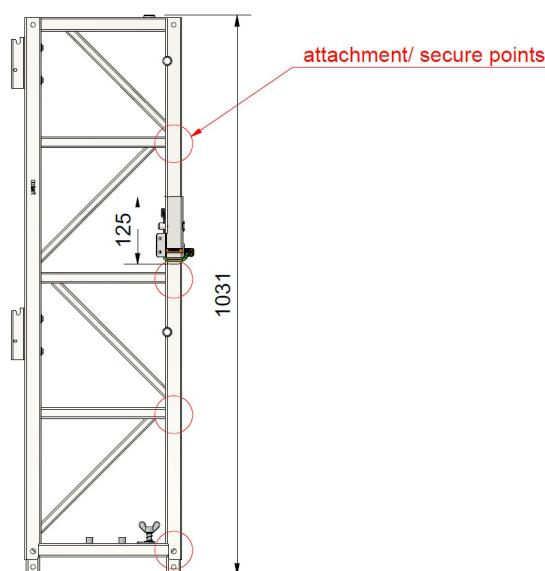

Abbildung 33 Anschlagpunkte zur Sicherung am Stacker
-  Als Anschlagpunkte dürfen nur die Knoten an den Aussteifungsrohren des Stackers verwendet werden. Siehe rote Markierung in Abbildung 33